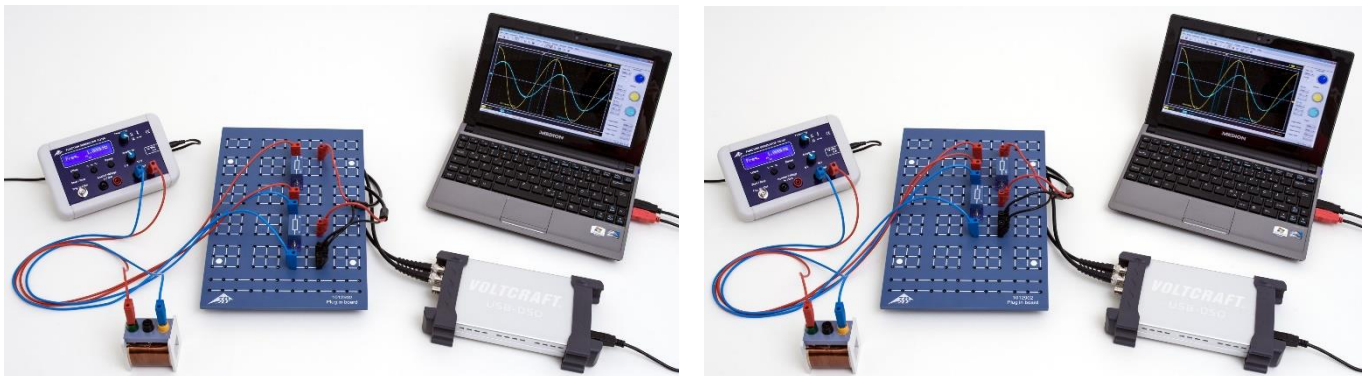

Fig. 1: Disposición de medición para la conexión en serie (derecho) y para la conexión en paralelo. (izquierdo).
- Ensamble el montaje de medición del circuito en serie (fig. 1, izquierda) según el diagrama (fig. 2) con $R_m = 1 \Omega$, $R = 100 \Omega$ y la bobina N de 1200 espiras / $L = 23,0 \text{ mH}$.
- Ensamble el montaje de medición del circuito en paralelo (fig. 1, derecha) según el diagrama (fig. 3) con $R_m = 1 \Omega$, $R = 100 \Omega$ y la bobina N de 1200 espiras / $L = 23,0 \text{ mH}$.